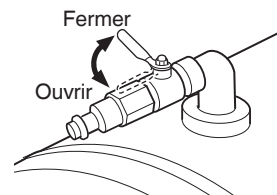

Fig. 6
- (1) Fermez la vanne d'air. (Fig. 6)
- (2) Connectez le compresseur en connectant le tuyau d'air au raccord mâle de remplissage d'air du réservoir.
- (3) Connectez à l'application en connectant le tuyau d'air aux raccords rapides du réservoir.
- (4) Ouvrez lentement la vanne d'air.